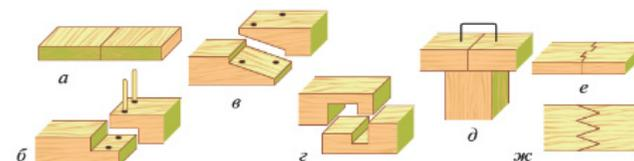

Рис. 4.36. Сращивание заготовок по длине:
Сращивание — соединение заготовок по длине (досок, брусков) (рис. 4.36), позволяющее использовать отходы древесины. Применяют несколько видов сращивания:
- *торцевое* — соединение склеиванием (рис. 4.36, а);
- *вполдерева*, при котором длина стыка должна быть в 2—2,5 раза больше толщины бруска (рис. 4.36, б);
- *косым прирубом*, когда длина стыка равна 2,5—3 толщине бруска (рис. 4.36, в);
- *в прямой накладной замок*, где длина стыка должна быть в 2,5—3 раза больше толщины бруска (рис. 4.36, г);
• *впритык* — это сращивание производят, когда два отрезка ложатся на опору своими концами, которые для прочности соединяют скобами (рис. 4.36, д);
- *шиповое* — соединение торцов шипом (рис. 4.36, е);
- *зубчатое* — соединение на тупой зуб, которое является наиболее прочным соединением по длине (рис. 4.36, ж).